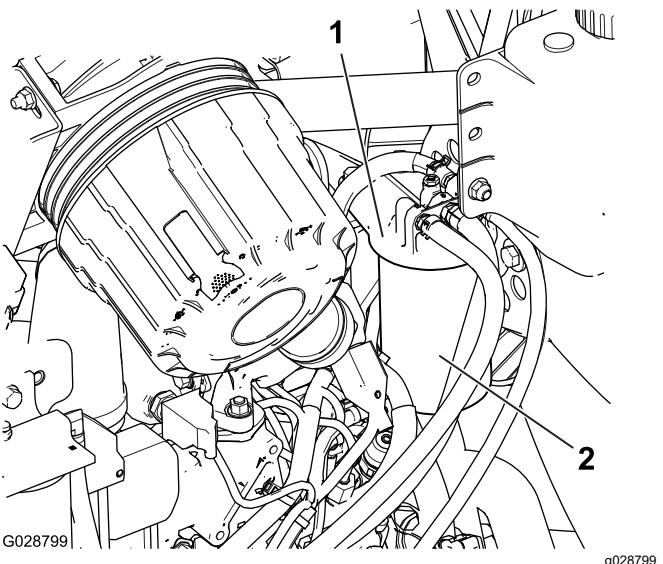

Figura 64
1. Limpie la zona alrededor de la cabeza del filtro de combustible (Figura 64).
2. Retire el filtro y límpie la superficie de montaje de la cabeza del filtro (Figura 64).